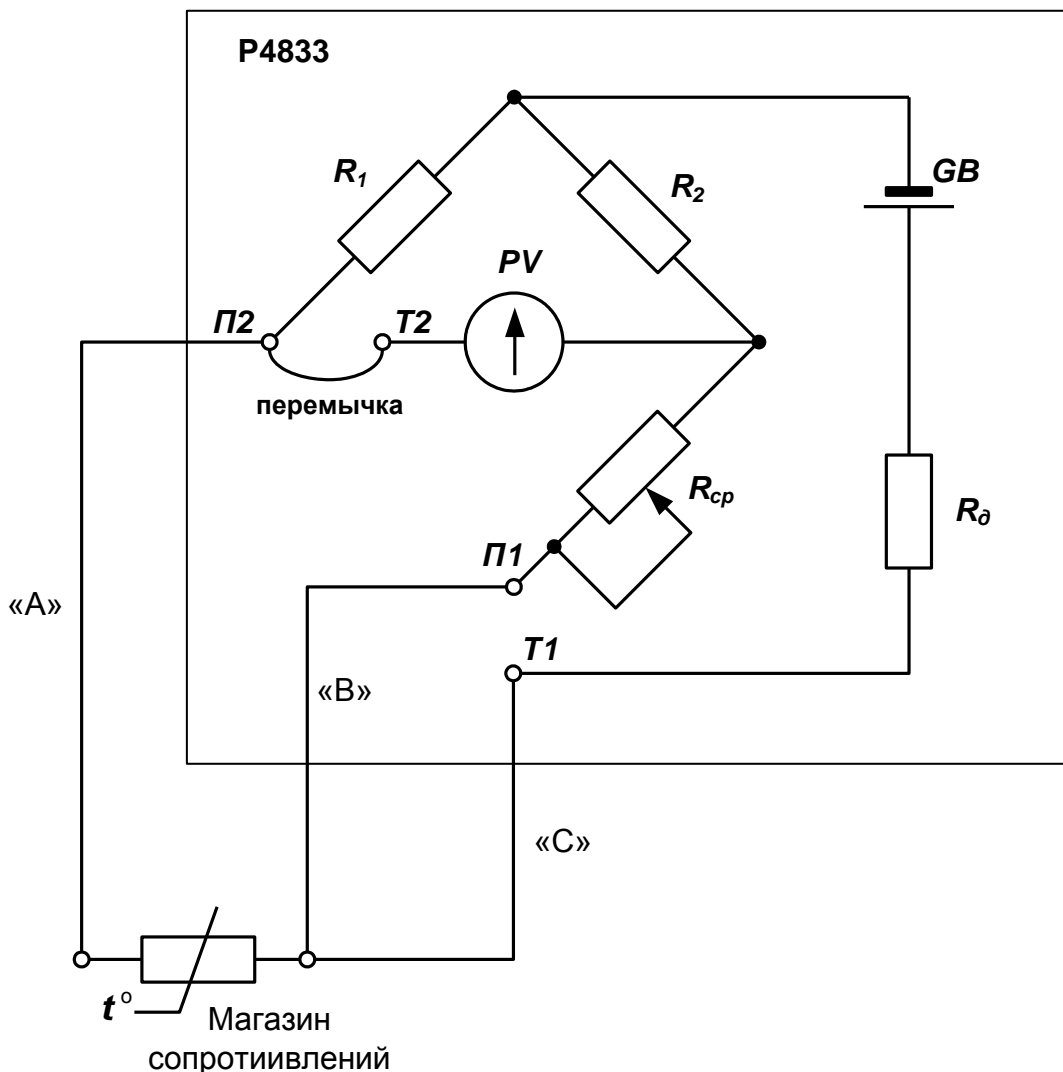

Рис.3 Схема подключения термопреобразователя трёхпроводной линией связи.
3.5 Соберите трёхпроводную измерительную схему согласно рис.3. С помощью уравновешенной мостовой схемы прибора Р4833 вновь произведите замер сопротивления. Сравните полученный результат измерения с установленным на магазине сопротивлением. Результат замера занесите в таблицу.